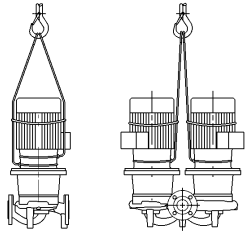

Fig.3: Mise en place des cordes de transport
- Les œillets de transport servent ici de guidage lors de la suspension de la charge (fig. 3).